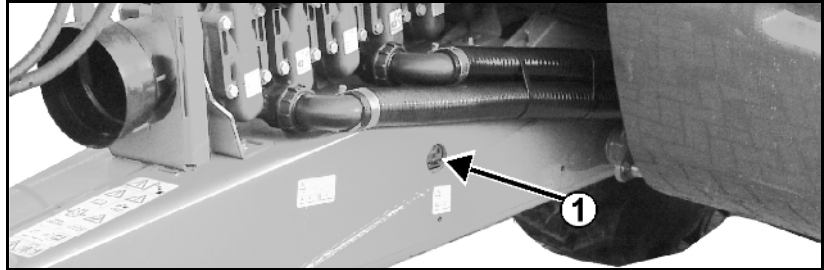

Fig. 6
- Deux points d'amarrage à droite et à gauche du timon (Fig. 6/1)